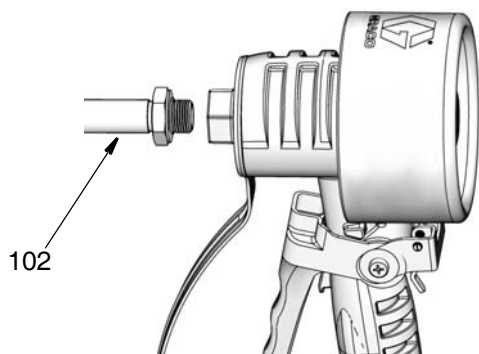

FIG. 5
- b. Inserire la prolunga (102) nell'alloggiamento del misuratore come illustrato nella FIG. 5 fino a quando non spunta dal fondo.